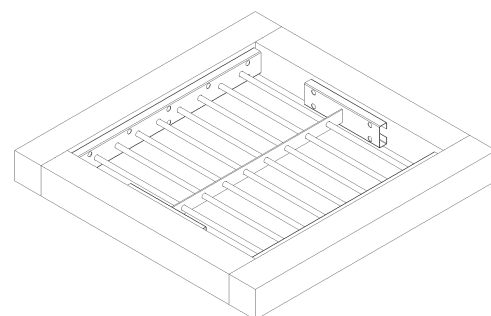

Bild 13
7. Gesamtes Einbruchgitter wird an der Unterkonstruktion befestigt (Bild 13). Je nach Unterkonstruktion müssen die passenden Befestigungsmittel gewählt werden. (siehe Anforderungen an Befestigungsmittel)